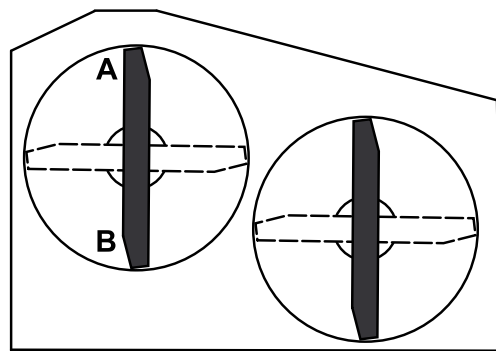

Bild 56
2. Stellen Sie ein Messer in Längsrichtung. Messen Sie an den Stellen **A** und **B** von einer ebenen Oberfläche bis zur Schnittkante der Messerspitzen (Bild 56).